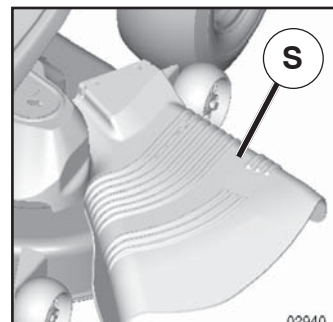

Fig. 11
ATTENTION: N'utilisez pas la tondeuse sans le déflecteur (S) ou sans le ramasse-herbe s'il y a lieu (Voir La Fig. 11).